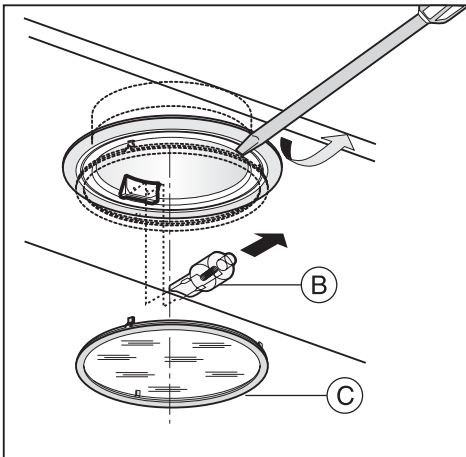

Fig.19
• Sostituzione delle lampade alogene (Fig.19):